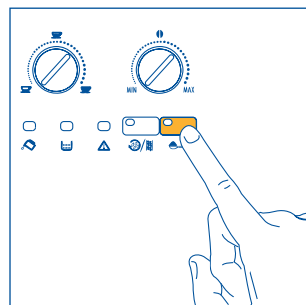

Fig. 18
1. Presione el botón  para seleccionar la función café molido (fig. 18). El piloto del botón se enciende para indicar que la función ha sido seleccionada y se ha desactivado el molinillo.